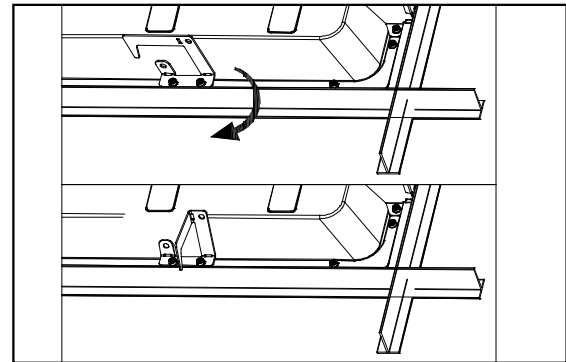

Figure 3
6. L'alignement grille sont fournies afin de mieux le retenir au système de plafond. Orientez 4 languettes à l'arrière du luminaire par-dessus la grille en T en les pliant vers le haut à 90 degrés et perpendiculaires à l'arrière du luminaire. Ensuite, pliez les languettes à 90 degrés vers le cadre de la grille en T (Fig. 3).